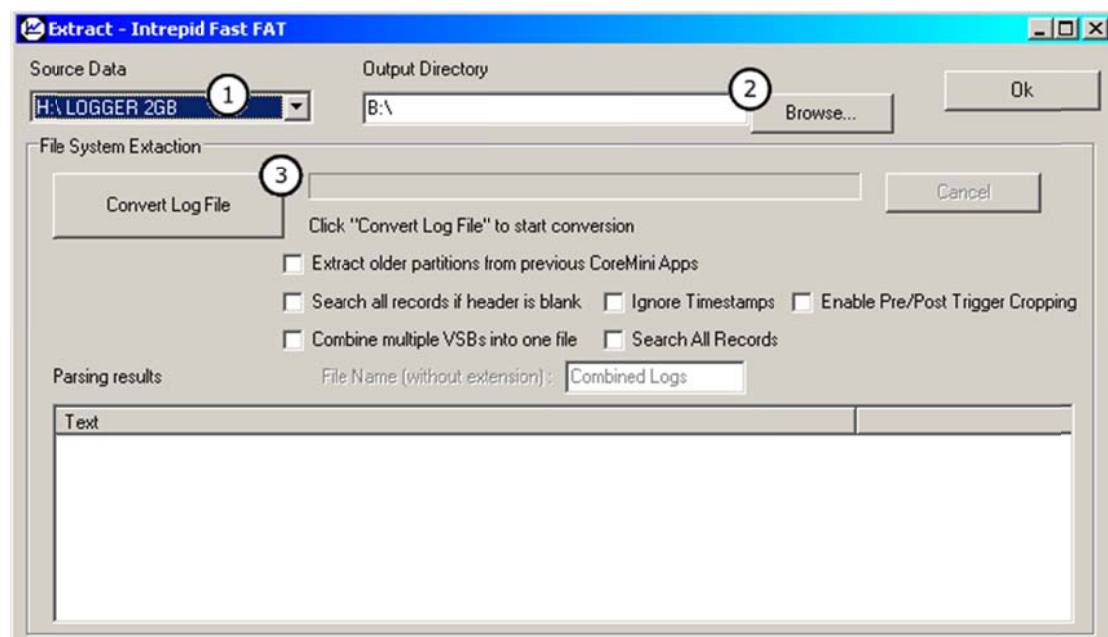

图 2-72 SD 卡提取应用程序
在 Vehicle Spy 3 的菜单栏上, 可以发现 SD 卡提取应用程序, 叫做“SD Card Extract”。图 2-72 显示了该应用程序。
第一步使用该程序选择需要提取的源数据“Source Data”(如图 2-72 中①所示)。该驱动器使用与前面注意中提到的字母相同的编号, 并且有着“LOGGER”和大小标记。下一步告诉应用程序将数据提取到哪里。在“Output Directory”项(如图 2-72 中②所示)下面, 使用“Browse”按钮完成选择。最后一步单击如图 2-72 中③所示的“Convert Log File”按钮。这将从 SD 卡上提取数据, 并将其存于指定的目录下。完成之后, 提取应用程序将会打开 Windows 资源管理器,